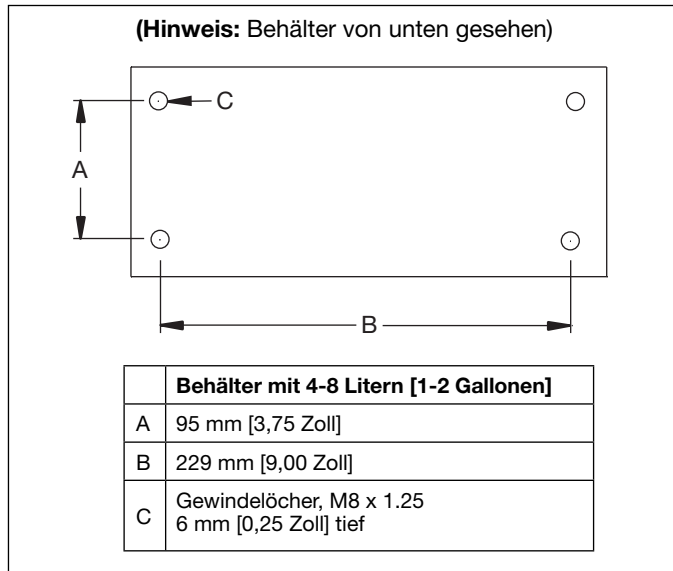

Abb. 4, Elektrische Anschlüsse
4.2 Pumpenbefestigung (siehe Abb. 4)